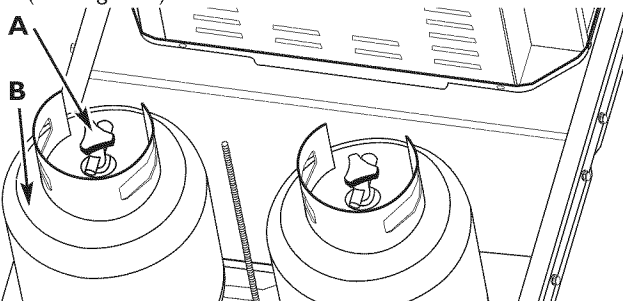

Figure 5 - Position appropriée des réservoirs de combustible PL
2. Placez chacun des réservoirs PL sur le support de réservoir PL avec la vanne de combustible tournée vers la génératrice (voir Figure 5).